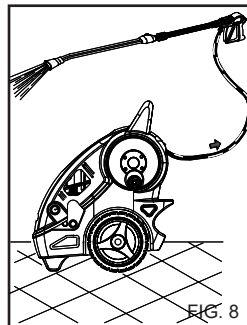

FIG. 8
Pyydä jälleenmyyjältäsi esite niistä pesuaineista, joita voidaan käyttää riippuen pesu- tehtävästä ja käsiteltävästä pinnasta. Kun olet käyttänyt pesuainetta, pesuaineen syöttö pitää huuhdella puhtaalla vedellä. (Fig. 8).
1) Huuhtelee korkeapaineinen vesipiiri pesuaineen käytön jälkeen: käytä pumpua 1 minuutin ajan annosteluhana täysin suljettuna. (Fig. 8).
4) Huuhtelee korkeapaineinen vesipiiri pesuaineen käytön jälkeen: käytä pumppua 1 minuutin ajan annosteluhana täysin suljettuna. (Fig. 8).